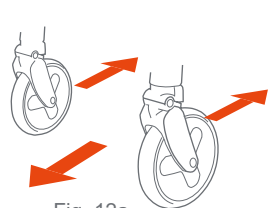

Fig. 12a
- Tire el carrito hacia atrás varias pulgadas para que las ruedas delanteras apunten hacia adelante (Fig. 12a).